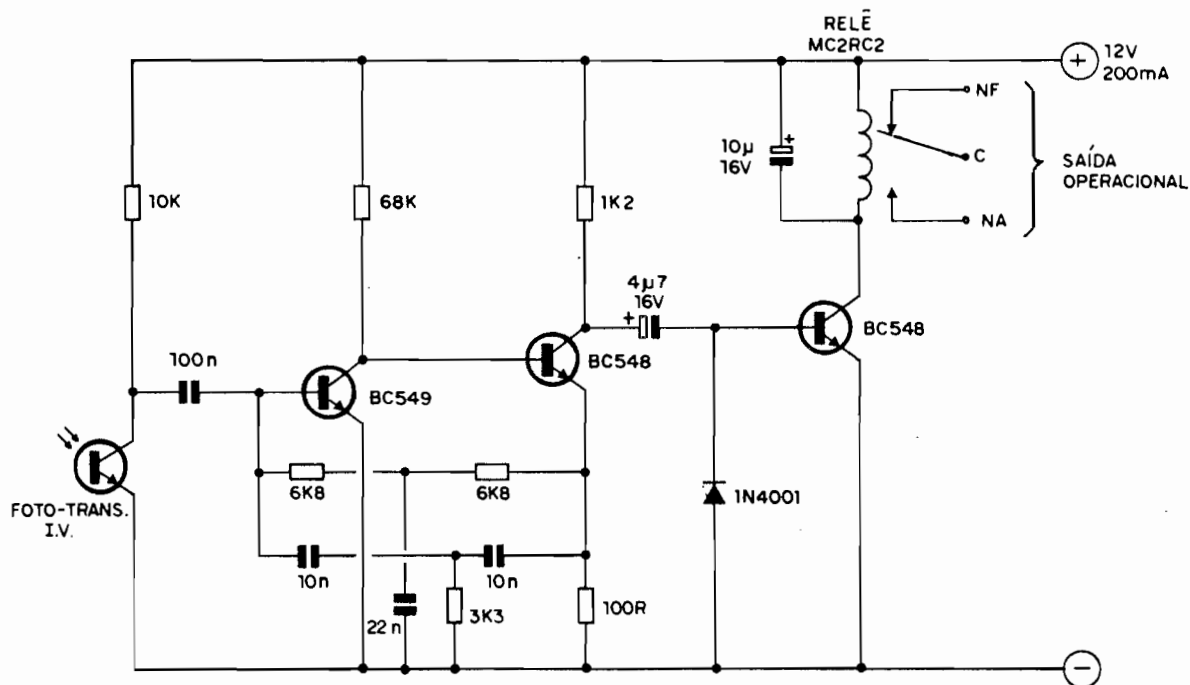

Fig.2
- **FIG. 2 - DIAGRAMA ESQUEMÁTICO DO CIRCUITO (MÓDULO RECEPTOR)** - Também numa estrutura circuitual muito simples, o MÓDULO RECEPTOR é estruturado apenas com transístores comuns (como ocorre no MÓDULO EMISSOR, já visto...). O feixe pulsado de energia luminosa em Infra-Vermelho é, inicialmente, "visto" pelo foto-transístor